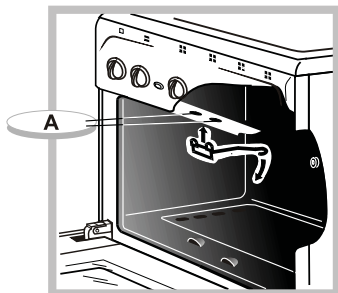

Рис.10
- Установите крючок, для чего вставьте «усы» крючка в пазы **A** верхней полки проема духовки и опустите крючок вниз (рис. 10).